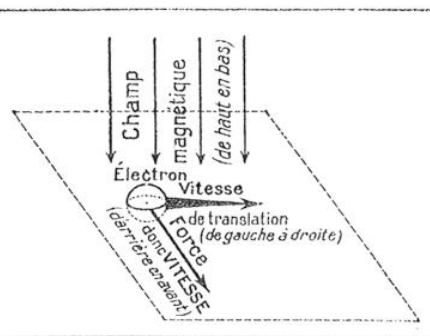

FIG. 4
Dans ces conditions, chaque électron du pont est entraîné de gauche à droite (fig. 4). Nous nous retrouvons dans le cas d'électrons qui se meuvent dans un champ magnétique, le champ magnétique terrestre, dirigé, comme ci-dessus, de haut en bas. Les considérations précédentes montrent que chaque électron va être soumis à une force dont il est facile de déterminer le sens (1) : on voit aisément que les électrons de la partie médiane du pont vont être sollicités d'arrière